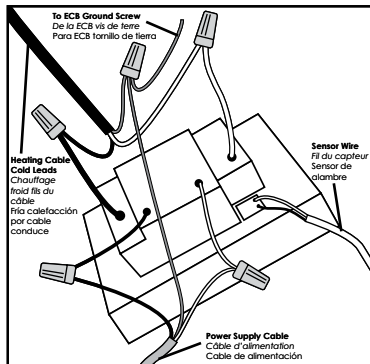
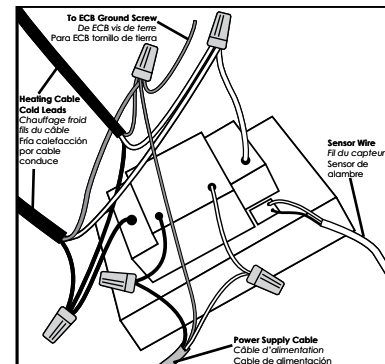

Figure 5
Figure 6
4. Préparer chaque câble chauffant/fil négatif pour le raccordement/épissure et raccordement conformément à la figure 5 ou à la figure 6, selon le cas.
5. Préparer le fil du détecteur conformément à la figure 5 ou à la figure 6, selon le cas. Utiliser un tournevis pour raccorder le fil du capteur (fils noir et blanc) aux bornes BLK (noir) et WHT (blanc) correspondantes.